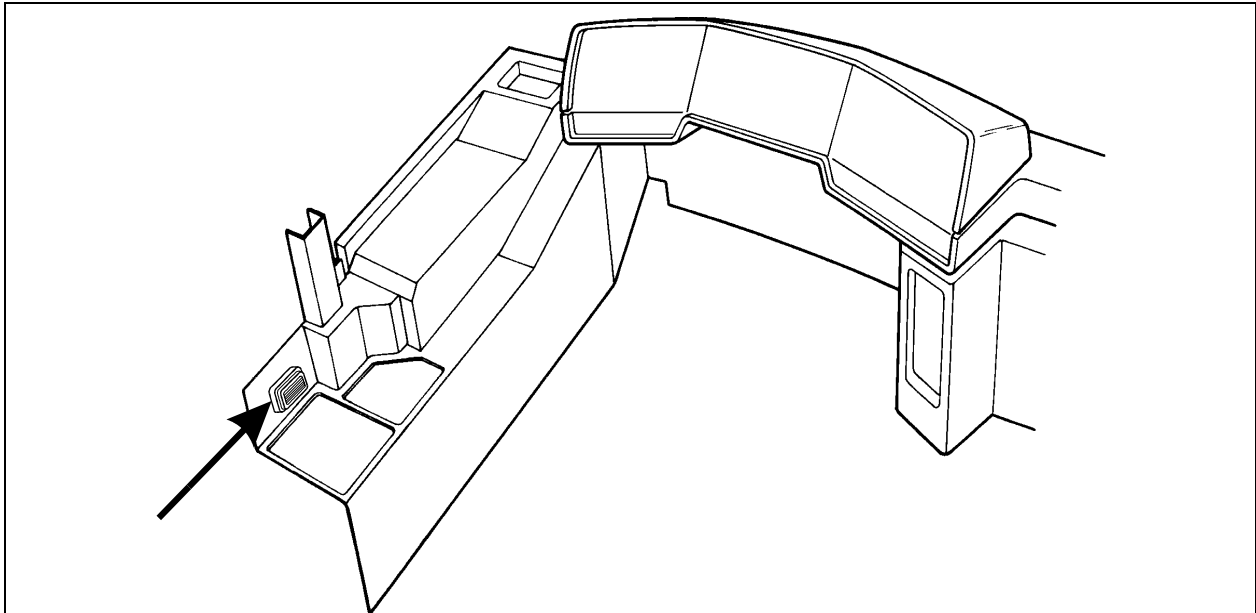

Figure 1 : Emplacement type de la lampe, section du conducteur.
1. Localiser la lampe (figure 1).